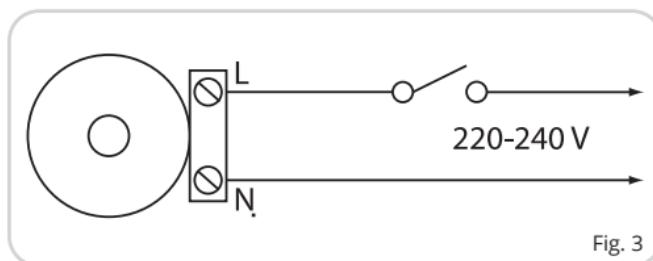

Fig. 3
- Fläkten ansluts till spänningen enligt kopplingsschemat, Fig. 3.